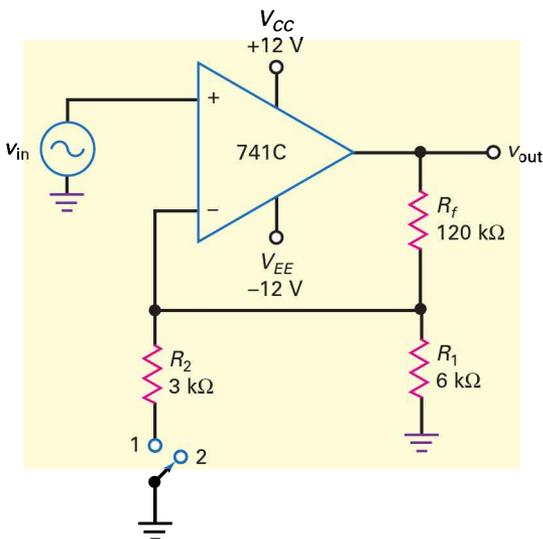

Figure 16.37
16.22 Quel est le gain en tension boucle fermée pour chaque position du commutateur sur la figure 16.37 ? Quelle est la bande passante ?
16.23 En câblant le circuit de la figure 16.37, le technicien enlève la résistance 6 kΩ de la masse. Quel est le gain en tension boucle fermée pour chaque position du commutateur ?
- 16.24 Si la résistance 120 kΩ sur la figure 16.37 est coupée, que va vraisemblablement faire la tension de sortie ?